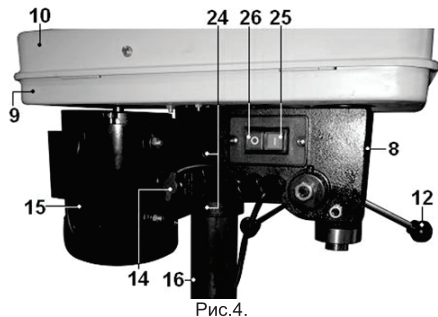

Рис.4.
9.7. Аккуратно установите на колонну (16) шпиндельную головку станка (8), Рис.2,4, предварительно ослабив винты фиксации (24), Рис.4 . Поворачивая шпиндельную головку (8) на колонне (16), Рис.2,4, убедитесь, что она «села» до упора. Затяните винты фиксации (24), Рис.4 .
10.3. Станок оснащен магнитным пускателем, предотвращающим самопроизвольное включение после отключения питания. Включение станка производится нажатием на зеленую кнопку (25). Отключение станка производится нажатием на красную кнопку (26), Рис.4,5.
10.6. При открытии верхней крышки (10) нижнего кожуха ременной передачи (9), Рис.7, станок должен отключиться. Повторное включение станка возможно после закрытия верхней крышки (10) нижнего кожуха ременной передачи (9), Рис.7 и вторичного нажатия на зеленую кнопку (25), Рис.4,5. (см. п.10.3.)